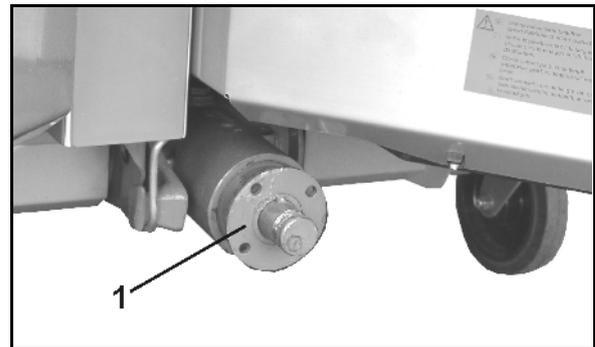

Fig. 35
5. Mettez l'arbre à cardan sur le support prévu à cet effet (Fig. 35/1).